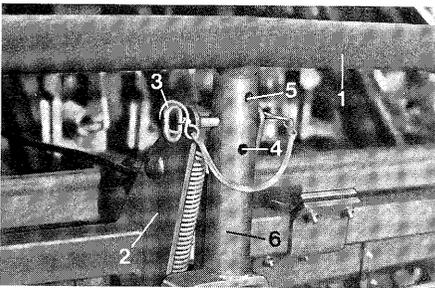

Fig. 117
Retirer l'axe (fig. 117/3) puis incliner le support des traceurs (fig. 117/1) du côté où le disque est fixé. Puis refixer le support des traceurs comme suit :
- perçage avant de fixation (fig. 117/4) pour traçage unilatéral à droite,
- perçage arrière de fixation (fig. 117/5) pour traçage unilatéral à gauche.
Au transport, fixer ensemble le support (fig. 117/2) et le bras (fig. 117/6) au moyen de l'axe (fig. 117/3) puis goupiller.